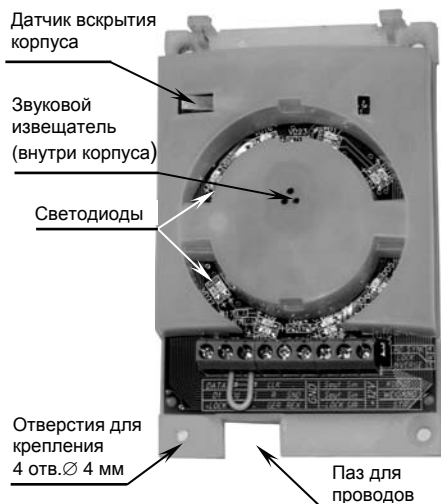

Рисунок 6 – Вид считывателя без крышки
- а) Снять со считывателя крышку (рисунок 6);
- 3) уложить соединительные провода в канал (или протянуть через отверстие в стене) и протянуть их через паз в корпусе считывателя (см. рисунок 6);
В считывателе имеются встроенный звуковой извещатель и светодиоды (см. рисунок 6), которые предназначены для индикации состояния считывателя и реакции на поднесение кодоносителя.